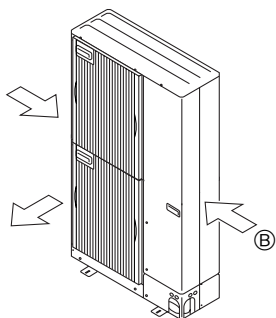

Fig. 2-16
② Plaats het apparaat indien mogelijk zo dat de luchtuitlaat in dezelfde richting blaast als de seizoenswinden. (Fig. 2-16)